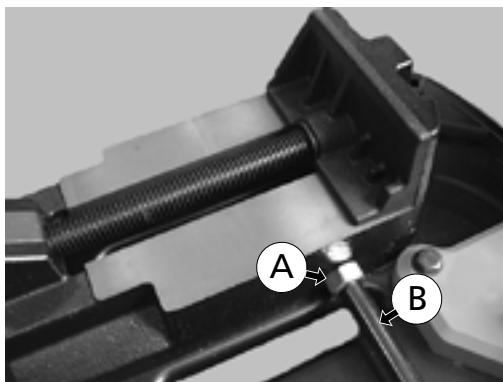

Fig. 28
Para instalar la barra tope en la sierra de cinta, roscar la barra (B) en el torno de banco y luego apretar la tuerca (A) (Fig. 28)
Elementos de Fig. 28